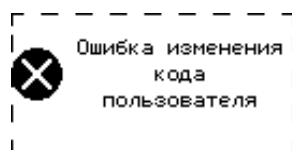

Рисунок 13 – Ошибка изменения кода пользователя.
- 5) В случае успешного изменения кода, на ЖК-экране отображается сообщение об успешной смене кода пользователя, устройство издает два коротких звуковых сигнала подтверждения. В случае ошибки изменения кода пользователя (текущий код не найден в памяти объектового прибора), на ЖК-экране отображается сообщение об ошибке изменения кода пользователя (рисунок 13), прибор издает длинный одиночный звуковой сигнал низкого тона (сигнал ошибки).